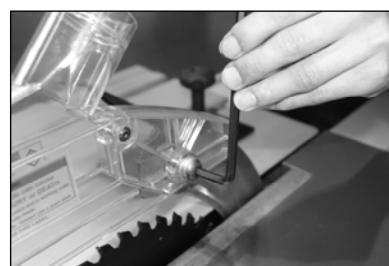

图 29
3) 将锯片护罩装到跟刀板支座上，用6mm内六角扳手将M10内六角螺栓从护罩的右侧穿入锁紧。如图29